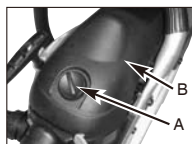

Fig. 15A
1. Fjern knappen (A), som holder luftfilterdækslet på plads, fjern topdækslet (B) ved at løsne skrue. Dækslet tages af. (Fig.15A)